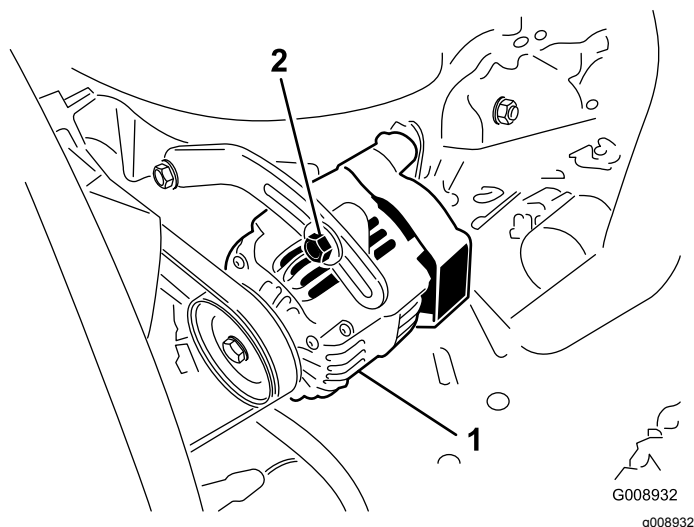

Figura 59
Compruebe la condición y la tensión de las correas (Figura 59) cada 100 horas de operación.
2. Si la desviación no es de 10 mm, afloje los pernos de montaje del alternador (Figura 59).